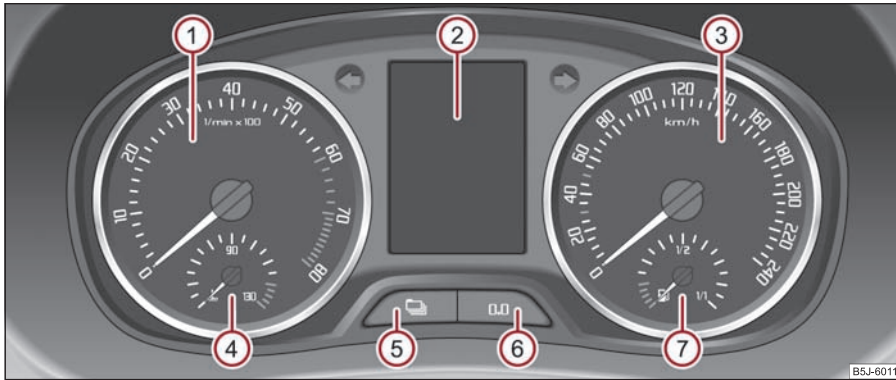

Fig. 15 Tabloul de instrumente
Zona roșie de pe scala turometrului ① ⇒ fig. 15 marchează domeniul în care unitatea de comandă a motorului începe să limiteze turația motorului. Unitatea de comandă a motorului limitează turația motorului la o valoare limită sigură. ►
Indicatorul temperaturii lichidului de răcire  ⇒ pagina 15, fig. 15 funcționează numai când contactul motor este pus.
Indicatorul rezervei de carburant  ⇒ pagina 15, fig. 15 funcționează numai când contactul motor este pus.
Mențineți butonul de resetare (6) ⇒ pagina 15, fig. 15 cca. 1 secundă apăsat pentru a reseta contorul.